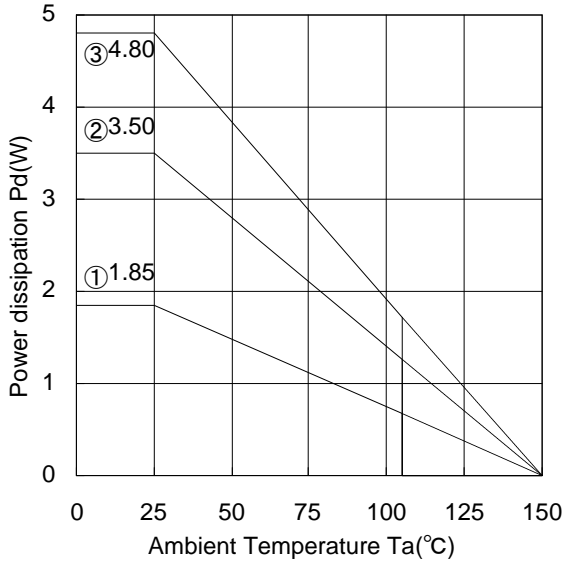
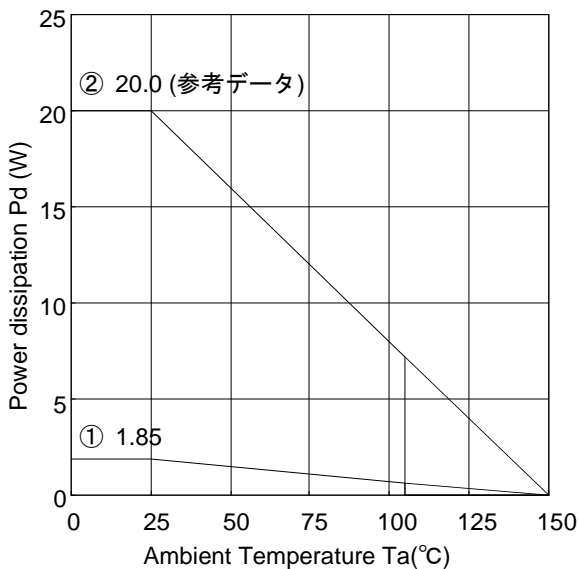

Figure 20.
Figure 21.
消費電力 P_C (W) の計算方法は次のようになります。(Figure 20③と Figure 21)
$$I_O \leq \frac{2.496 - 10 \times I_B}{5} \quad \left[\begin{array}{l} \text{Figure 20③: } \theta_{ja} = 26.0^\circ\text{C/W} \rightarrow -38.4\text{mW}/^\circ\text{C} \\ 25^\circ\text{C} = 4.80\text{W} \rightarrow 85^\circ\text{C} = 2.496\text{W} \end{array} \right]$$
$$I_O \leq \frac{10.4 - 25 \times I_B}{20} \quad \left[\begin{array}{l} \text{Figure 21 (無限大放熱板使用時)} \theta_{ja} = 6.3^\circ\text{C/W} \rightarrow -160\text{mW}/^\circ\text{C} \\ 25^\circ\text{C} = 20\text{W} \rightarrow 85^\circ\text{C} = 10.4\text{W} \end{array} \right]$$
Ta=85°C の時、それぞれ Figure 20 ③の条件で入出力電位差が 5V、Figure 21 (無限大放熱板使用時)の条件で入出力電位差が 20V までであれば、約 500mA 出力できる計算になります。